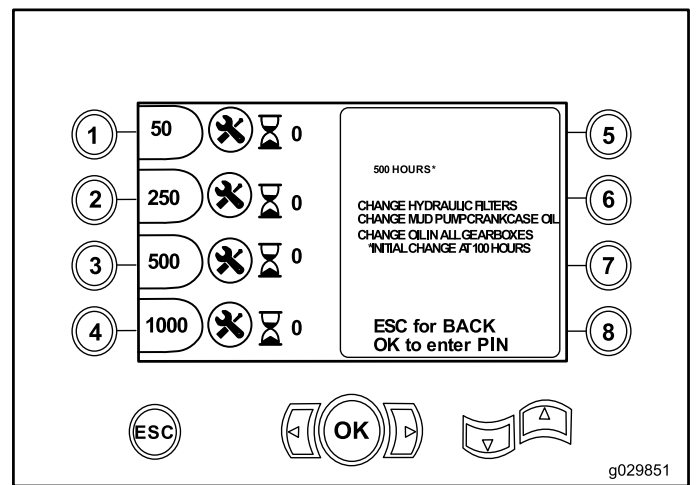

Bild 13
- Taste 3: Wartungsplan mit 500 Stunden (Bild 13)